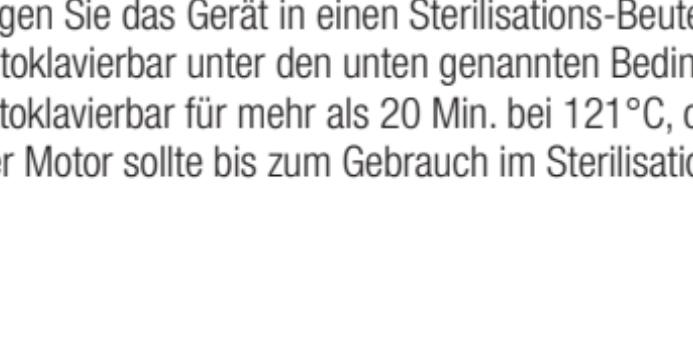

Abb. 7
- 3) Setzen Sie die Sprühdüse in den Antriebsluftauslass des Motors ein. Halten Sie den Motor fest und sprühen Sie für die Dauer von etwa 2-3 Sekunden. Tragen Sie Schmiermittel auf, bis es mindestens 2 Sekunden lang aus dem Abluftteil austritt. (Abb. 7)
2) Geben Sie 1-2 Tropfen Schmieröl in den in Abb.7 gezeigten Antriebsluftauslass.